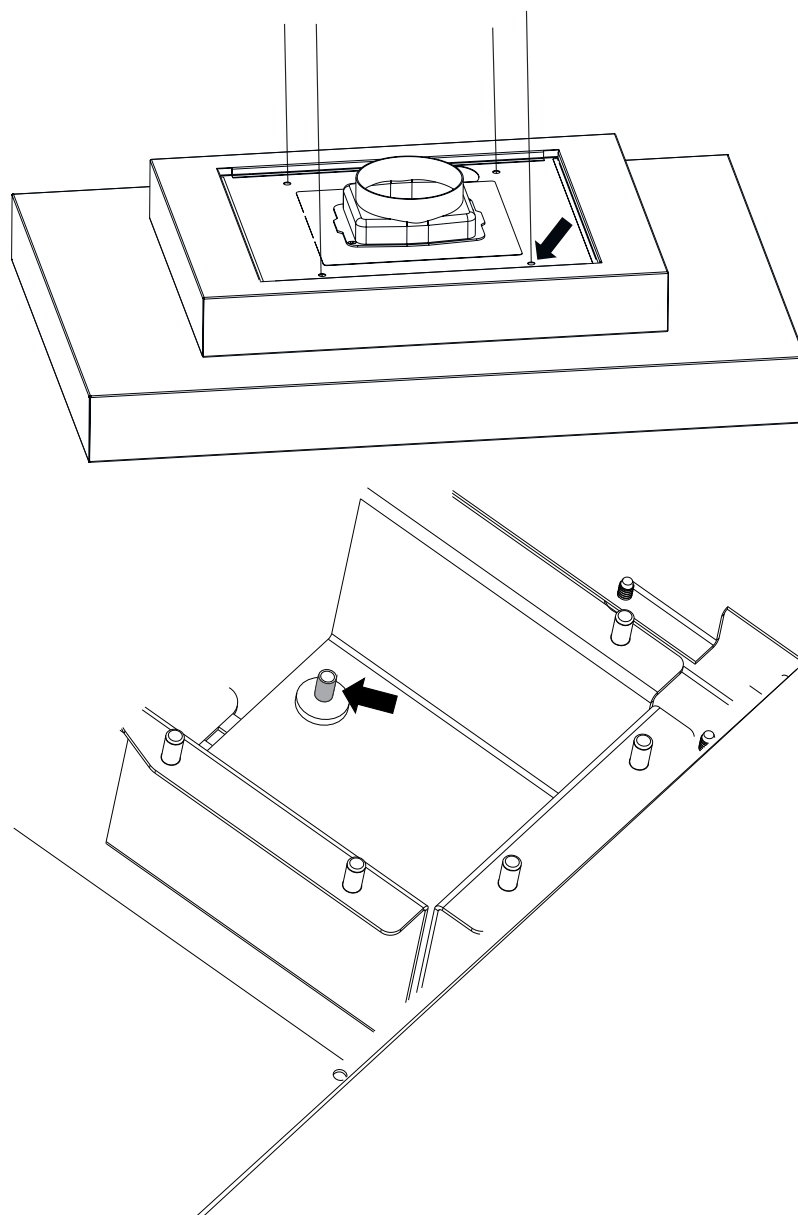

Fig. 10
4. ➤ För stålvejra uppifrån och ner i fläkten genom säkerhetslåset (Fig. 10).